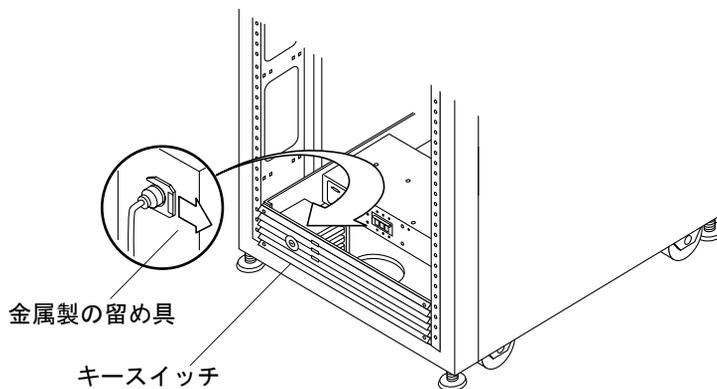

図 4-10 キースイッチの取り外しと取り付け
2. システム内部のキースイッチ背面を正面にして、ラジオペンチを使い、システムにキースイッチを固定している金属製の留め具を外側にずらして外します (図 4-10)。
2. システム内部のキースイッチ背面を正面にして、キースイッチ本体のくぼみに金属製の留め具をずらして、所定の位置に固定します (図 4-10)。